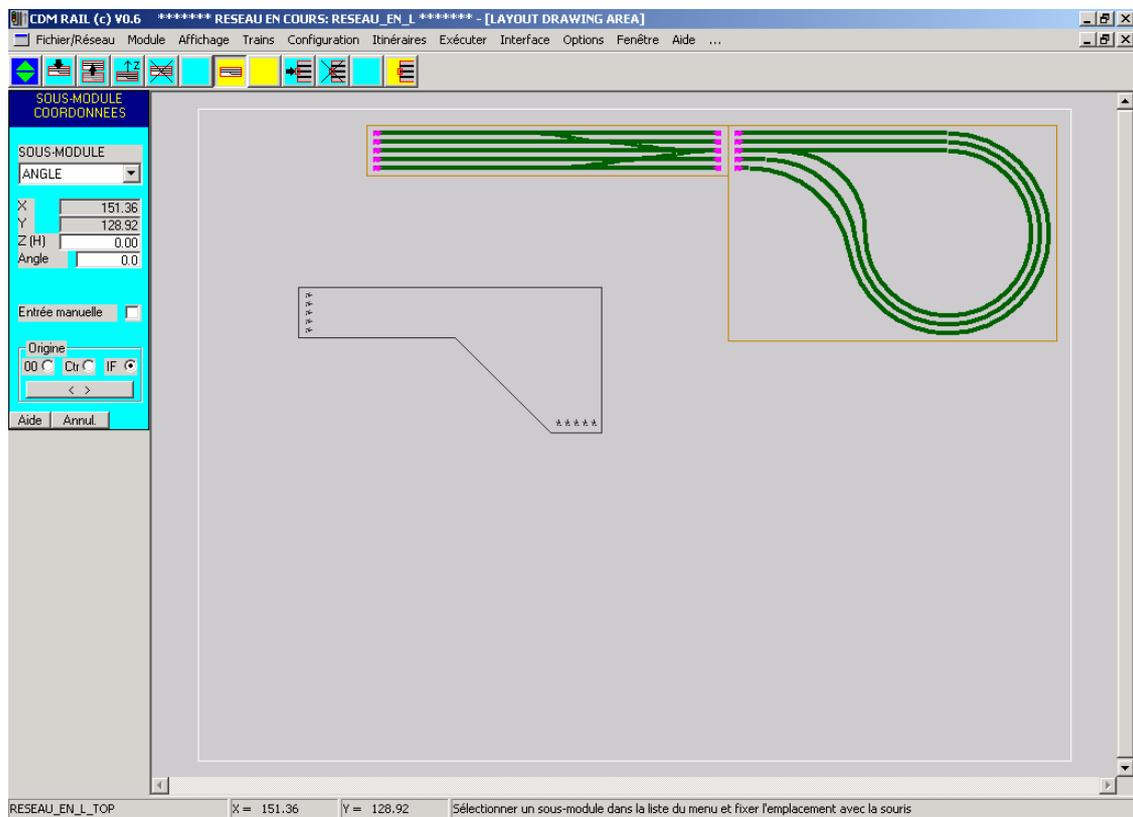

Figure MM-5-6 Positionnement du module "ANGLE".
- Sélectionner maintenant le module "ANGLE": son schéma apparaît comme sur la figure MM-5-6.